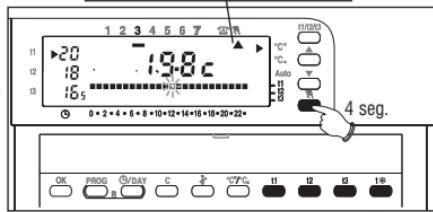

Fig. 35
- Mantener pulsado (por 4 seg. aprox.) la tecla ☀ hasta que el indicador ▲ , con el símbolo ☀ , esté fijo, el nivel de temperatura actual se aplica todas las 24 horas (fig.35).